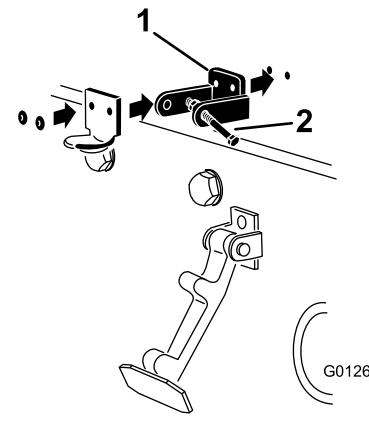

図 4
3. CE用ロックブラケットとフードラッチブラケットの取り付け穴をそろえて、フードの上に位置決めする。ロックブラケットをフード側にフードに当てて取り付けます図4。ロックブラケットアームについているボルトナットアセンブリは外さないでください。
5. ブラケットとワッシャをフードにリベットで固定する図4。